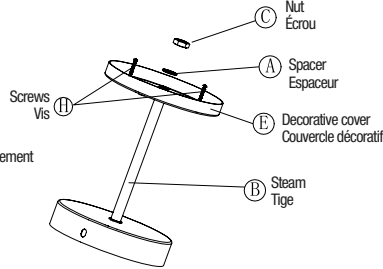
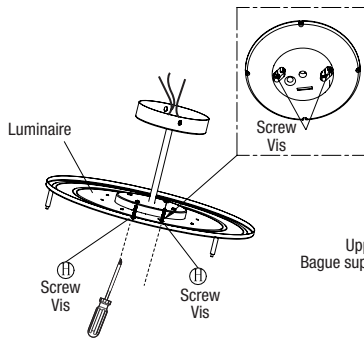

Fig. 3b
Fig. 5b
3. Insert the other head of the stem B into decorative cover E, use the nut C and spacer A to make stem B fixed with decorative cover E (Fig. 3b).
5. Place the decorative cover E on the luminaire, passing the two screws H through the keyholes. Turn the decorative cover E until the screws lock the luminaire in place. Tighten the two H screws as shown in Fig. 5b.
3. Insérer l'autre tête de la tige B dans le couvercle décoratif E, utiliser l'écrou C et l'espaceur A pour fixer la tige B au couvercle décoratif E (Fig. 3b).
5. Visser les deux vis de montage H dans le couvercle décoratif E, en laissant suffisamment d'espace pour un assemblage ultérieur avec les trous de serrure du luminaire (Fig. 3b et Fig. 5b).
6. Serrer les deux vis H comme indiqué sur la Fig. 5b.
7. Serrer les deux vis H dans le couvercle décoratif E, en laissant suffisamment d'espace pour un assemblage ultérieur avec les trous de serrure du luminaire (Fig. 3b et Fig. 5b).
8. Serrer les deux vis H comme indiqué sur la Fig. 5b.
9. Serrer les deux vis H comme indiqué sur la Fig. 5b.